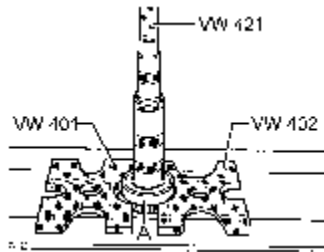

图 9-97 压出大圆锥滚柱轴承内圈
(10) 为了压出大圆锥滚柱轴承内圈，必须放上外圈 A，如图 9-97 所示。